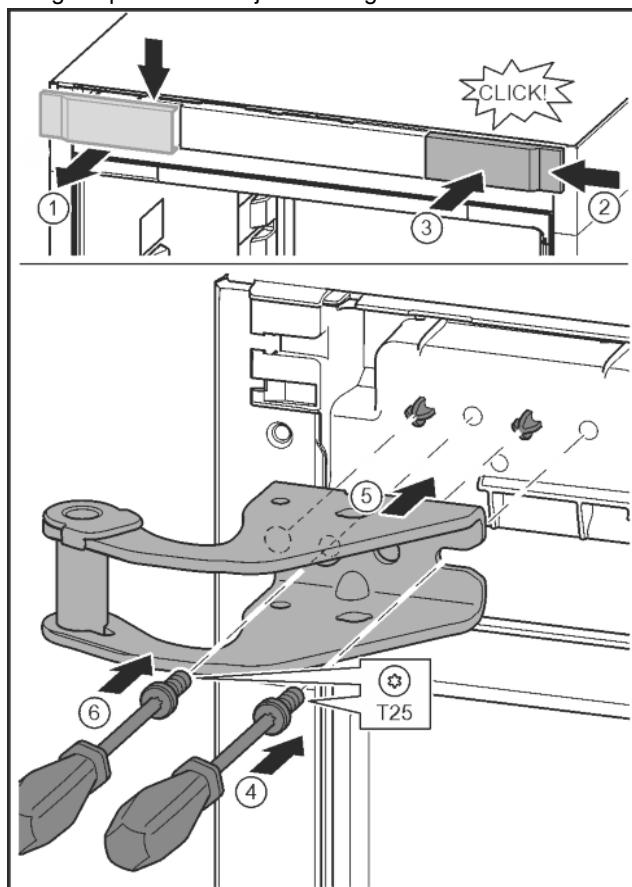

Fig. 14
- ▶ Otpustite pokrov i skinite ga bočno. Fig. 14 (1)
- ▶ Objesite pokrov okrenut za 180° na drugoj strani s desne strane. Fig. 14 (2)
- ▶ Pustite da pokrov uskoči. Fig. 14 (3)
- ▶ Odvijačem T25 postavite vijke. Fig. 14 (4)
- ▶ Postavite gornji podložak ležaja. Fig. 14 (5)
- ▶ Pritegnite vijak. Fig. 14 (4)
- ▶ Odvijačem T25 umetnите i pritegnite vijak. Fig. 14 (6)